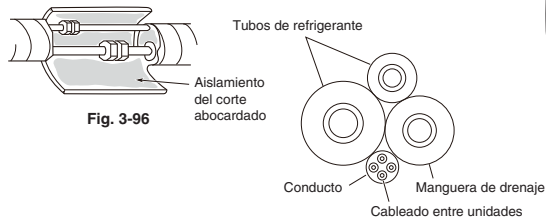

Fig. 3-96
- (3) Doble con cuidado la tubería (si fuera necesario) para que transcurra por la pared hacia la unidad exterior y, a continuación, coloque cinta aislante en las conexiones. La manguera de drenaje debe descender de forma directa hacia la pared hasta un punto donde el agua no manche la pared.
- (4) Conecte el tubo de refrigerante a la unidad exterior. (Tras realizar una prueba de fugas en la parte de conexión, aislole con el aislante de tuberías. (Fig. 3-96)).